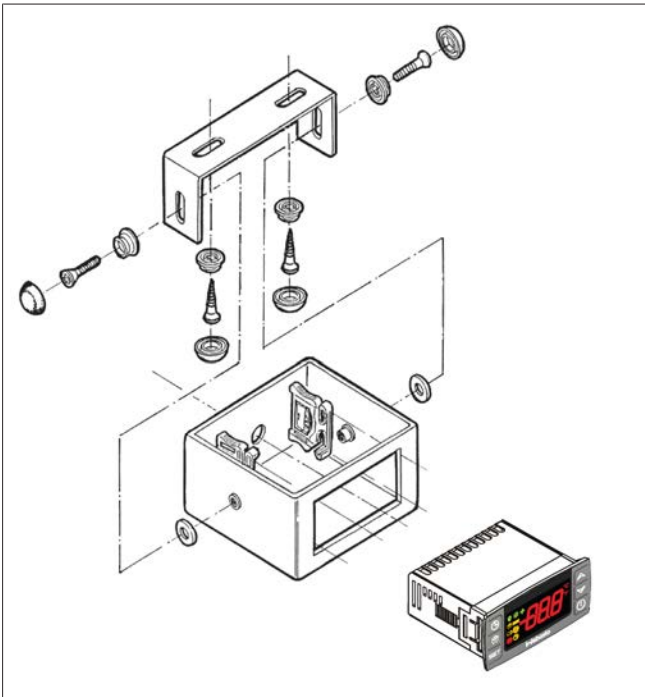

Fig. 22 Boîtier du panneau de commande
1. Montez le boîtier comme indiqué à la Fig. 22.